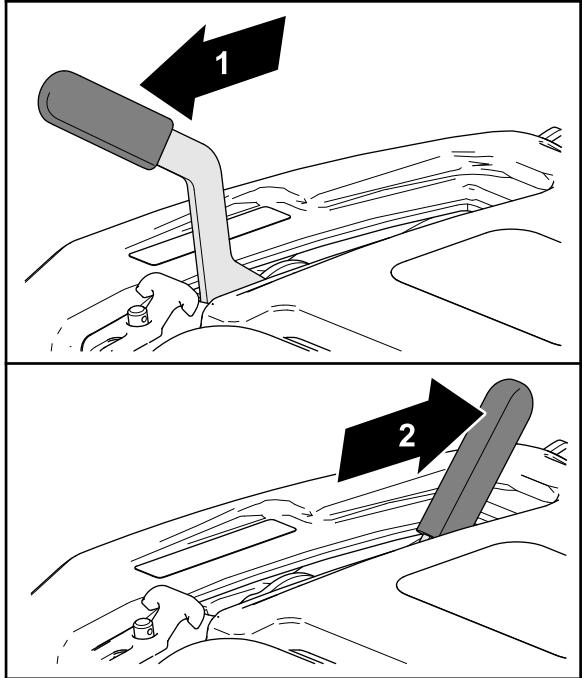

Figura 26
- Tire de la palanca del freno de estacionamiento para poner el freno de estacionamiento (Figura 26).